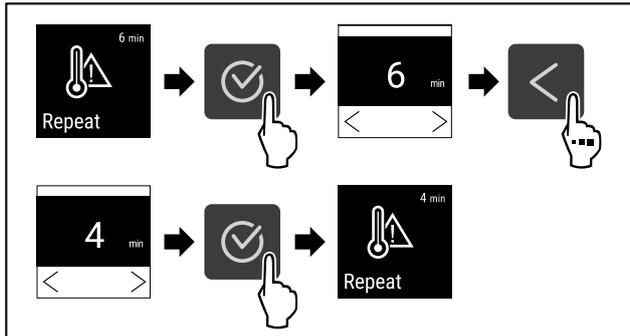

Fig. 134
- ▶ Handlungsschritte (siehe Fig. 134) durchführen.